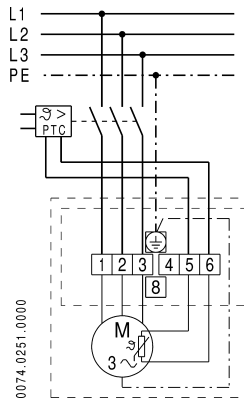

Bild 2: Anslutningskopplingsbild
Vid leverans är fläkten kopplad så att den avger största möjliga matningsprestanda efter att den har anslutits till nätet enligt beskrivningen i anslutningskopplingsbilden (bild 2). Vid standardversionen resulterar detta i de rotations- och matningsriktningar som anges i tab. 2.
- Transportriktningen kan skiftas om. För detta ändamål ska, avvikande från bild 2, nätedningarna L2 anslutas till anslutning 1 och L1 till anslutning 2 (ytterledarna skiftas om) (bild 2). Beakta dock